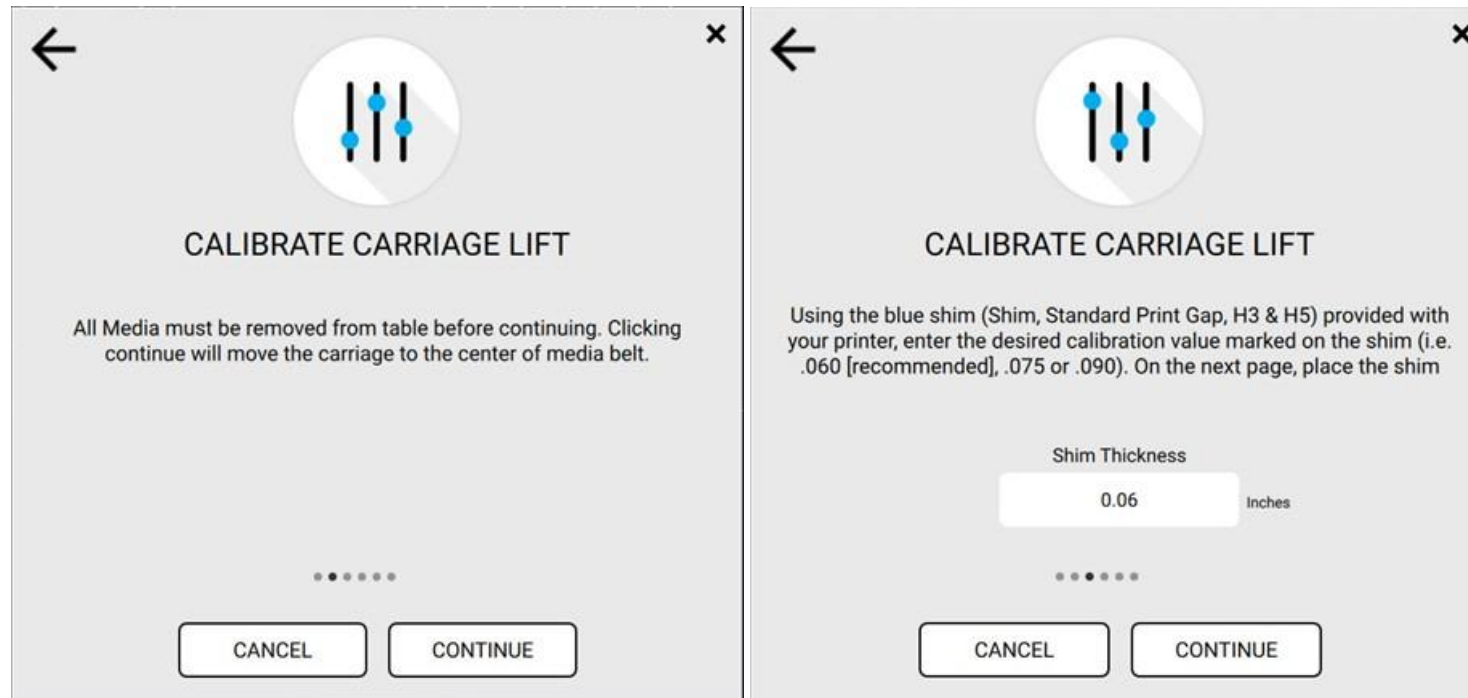

Рисунок 4-4: Remove Media (слева) и Shim Thickness (справа)
2. Нажмите **Continue**. Откроется окно **Remove Media** с требованием убрать со стола материал, Рисунок 4-4, (слева).
4. Откроется окно с настройкой толщины щупа **Shim Thickness**, Рисунок 4-4: (справа).